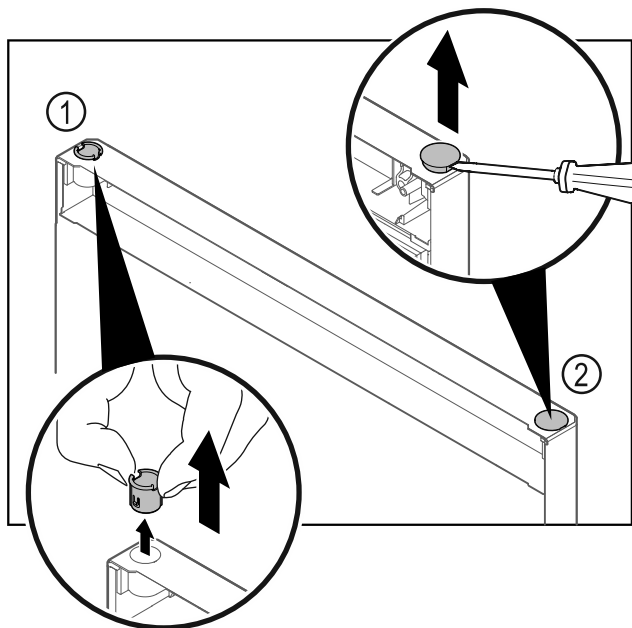

Fig. 22
- ▶ Pouzdro závěsu Fig. 22 (1) vytáhněte prsty.
- ▶ Krycí zátka Fig. 22 (2) opatrně nadzvedněte plochým šroubovákem a vytáhněte.